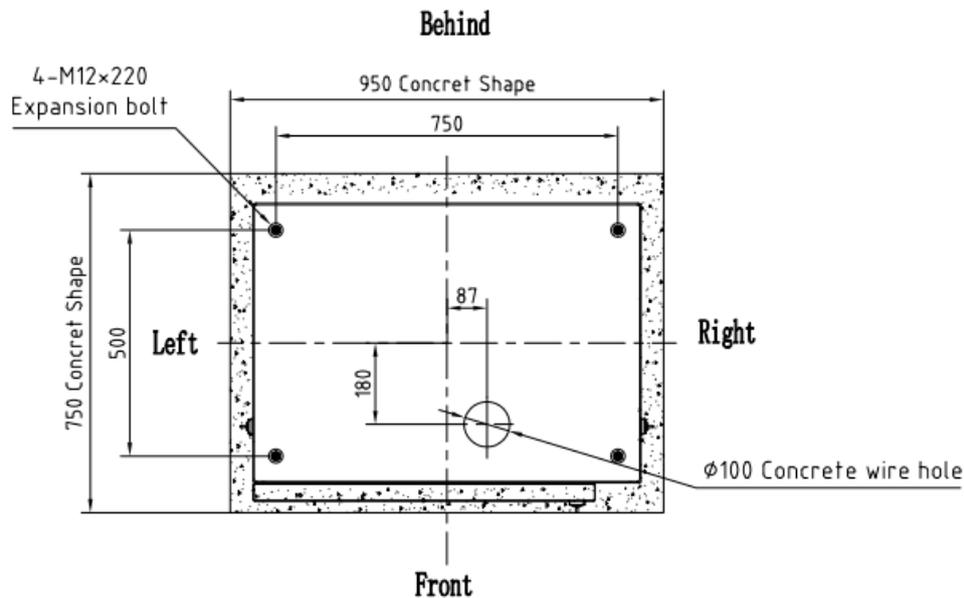

Figura 3 Dimensi3n de instalaci3n de la base
2) Las dimensiones de montaje de la base se muestran en la figura 3: